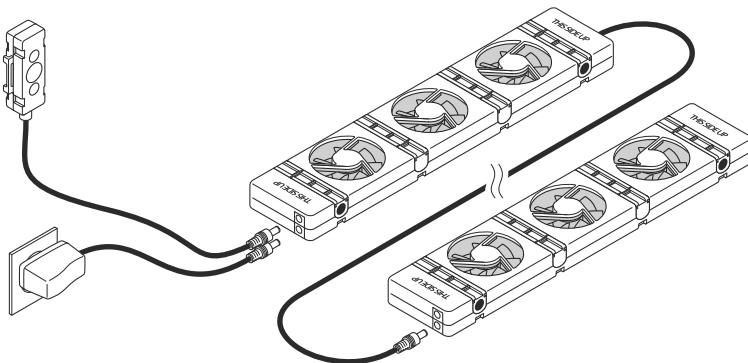

Abb. 4 - Verbinden weiterer SpeedComfort-Geräte (A).
6. Bei langen Heizkörpern verbinden Sie zusätzliche **SpeedComfort**-Geräte (A) mithilfe des 30 cm langen **Verbindungskabels** (F) (siehe Abb. 4). Es können mehrere **SpeedComfort**-Geräte (A) (bis zu 20) mit einem **Netzadapter** (D) verbunden werden. Zusätzliche **Temperatursfühler** (E) sind nicht erforderlich. Das Duoset und das Trioset enthalten mehrere **SpeedComfort**-Geräte.